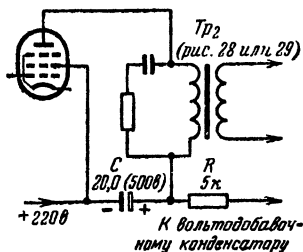

Рис. 30. Схема питания анодной цепи повышенным напряжением от вольтодобавочного конденсатора в генераторе строчной развертки.
**Л.** — Полезно рассмотреть еще один вариант анодного питания выходной лампы (рис. 30). Лампа питается повышенным напряжением от вольтодобавочного конденсатора строчной развертки. Сопротивление резистора  $R$  может быть в пределах 2—8 ком.